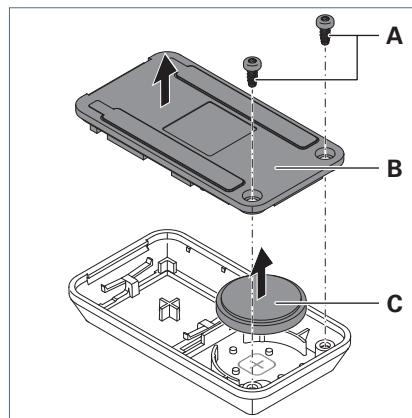

Fig. 35: Cambio batteria.
- ▶ Svitare le viti **A** dal retro **B** dell'elemento di comando, vedere Fig. 35.